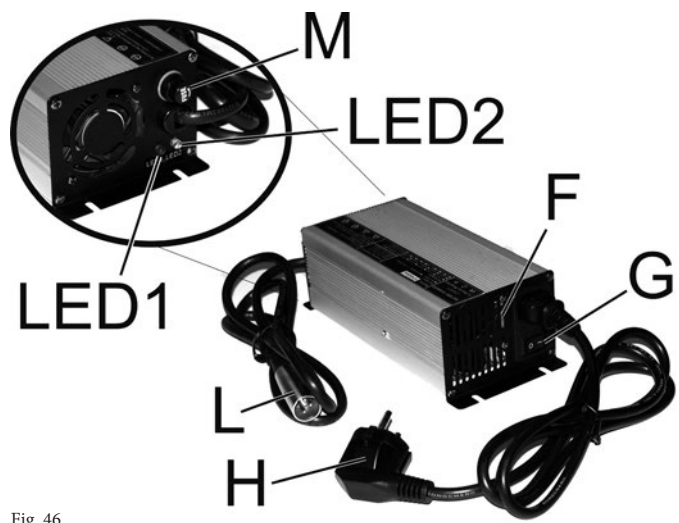

Fig. 46
- Non usare il caricabatteria se la spina (H - Fig. 46) o la presa (L - Fig. 46) o i cavi sono danneggiati, o se esso ha subito un urto violento (a seguito di una caduta, per esempio).
- Do not use the charger if the plug (H- Fig. 46) or the socket (L- Fig. 46) or the cables are damaged or if it has suffered a violent shock (as consequence of a fall, for example).
- Das Batterieladegerät nicht verwenden, wenn der Stecker (H – Abb. 46), die Steckdose (L – Abb.46) oder die Kabel beschädigt sind, und nicht nach starken Stößen oder Erschütterungen, z. B. durch Stürze, verwenden.
- N'utilisez pas le chargeur si la fiche (H- Fig. 46) ou la prise (L- Fig. 46) ou les câbles sont endommagés, ou bien s'il a subi un choc violent (en conséquence d'une chute, par exemple).